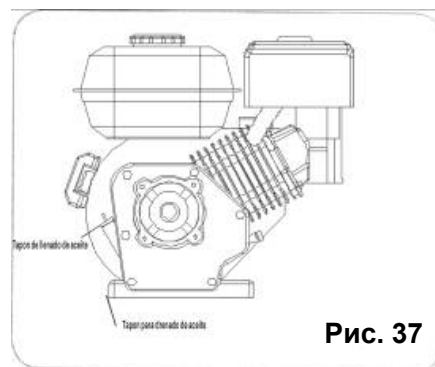

Рис. 37
2. Отвинтите крышку маслосливной горловины и тщательно протрите щуп (см. Рис. 37).
1. Найдите пробку для слива масла (см. Рис. 37).
3. Очистите область вокруг пробки для слива масла (см. Рис. 37).